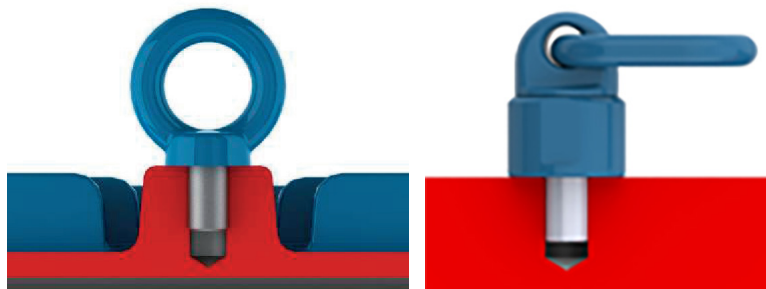
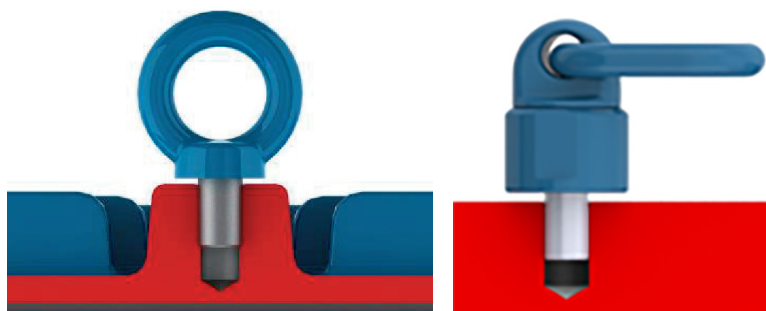

Figura 4.1: Aperto correto do olhal de elevação
Figura 4.2: Aperto incorreto do olhal de elevação
Antes de iniciar qualquer processo de içamento, certificar-se que os olhais estejam adequadamente fixos, totalmente parafusados e com sua base em contato com a superfície a ser içada, conforme Figura 4.1 na página 170. Figura 4.2 na página 170 exemplifica o uso incorreto.
1. Certificar-se que os olhais estão adequadamente fixos Figura 4.1 na página 170.